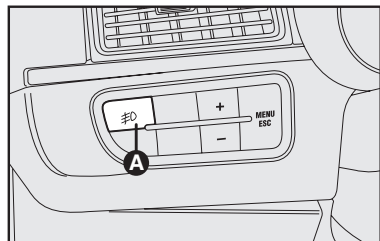
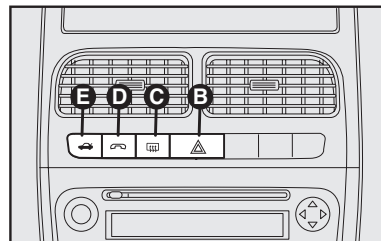

fig. 63
fig. 64
## PREDISPOSICIÓN PARA FAROS AUXILIARES fig. 63
## PULSADORES DE MANDO fig. 63 y fig. 64
**A - Faros auxiliares** - Botón con indicación de función activada en el cuadro de instrumentos para encender/apagar los faros auxiliares (si presentes). Solamente funciona si están encendidas las luces externas de posición. Los faros auxiliares se apagan cada vez que la llave de arranque es puesta en STOP. Para encenderlos nuevamente es necesario presionar el botón **A**-fig. 63.
**B - Luces de emergencia** - Botón con indicación de función para encender y apagar las luces de emergencia. Se encienden apretando el botón **B**-fig. 64, independientemente de la posición de la llave de arranque.
**D- Sistema Viva voz (vea suplemento específico)** - fig. 64
**E-** Apertura automática del compartimiento de equipajes fig. 64.